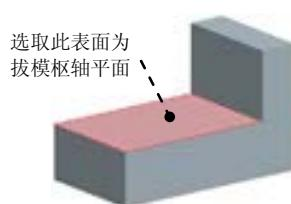

图 5.15.14 拔模枢轴平面
Step4. 选取拔模枢轴平面。先在操控板中单击 图标后的 **单击此处添加项目** 字符，再选取图 5.15.14 所示的模型表面。